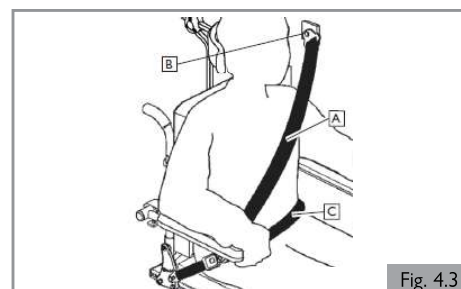

Fig. 4.3
17. Les deux ceintures de retenue au niveau du bassin et du torse supérieur doivent être utilisées pour retenir le passager afin de réduire la possibilité de choc à la tête ou au torse avec les composants du véhicule et de risques graves de blessures à l'utilisateur et tout autre occupant du véhicule (Fig. 4.3).
18. La ceinture de retenue du torse supérieur doit être montée au pilier "B" du véhicule (B). Ne pas respecter ceci augmente le risque de blessures abdominales graves pour l'utilisateur (Fig. 4.3).
20. La ceinture de retenue du bassin (C) doit être fixée en position basse en travers du bassin de façon que l'angle de la ceinture du bassin soit dans la zone de préférence entre 30 et 75 degrés par rapport à l'horizontal (Fig. 4.3).
22. La ceinture thoracique (A) doit passer par-dessus l'épaule et en travers de la poitrine (Fig. 4.3).